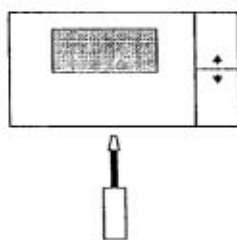

Fig. 3.1
- 1- Separar el frontal de la base posterior, mediante un destornillador plano introducido en la guía situada en el centro del lado inferior de la tarjeta y liberar la lengüeta de bloqueo de su encaje (ver Fig.3.1);